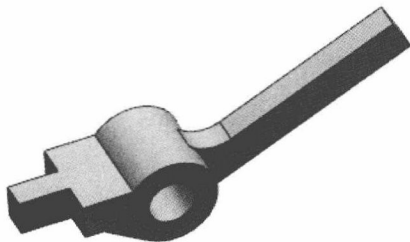
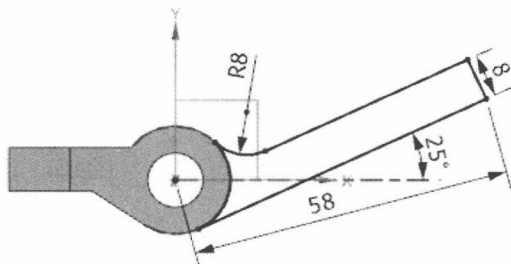

图 2.6 拉伸特征 3
图 2.7 截面草图
Step4. 创建图 2.6 所示的拉伸特征 3。选择下拉菜单 **插入(S) → 设计特征(F) → 拉伸(E)...** 命令（或单击  按钮）；单击“拉伸”对话框中的“绘制截面”按钮 ，系统弹出“创建草图”对话框，选取 XY 基准平面为草图平面，选中 **设置** 区域的 ☒ **创建中间基准 CSYS** 复选框，单击 **确定** 按钮，绘制图 2.7 所示的截面草图，退出草图环境；在 **限制** 区域的 **结束** 下拉列表中选择 **对称值** 选项，在 **布尔** 区域的 **布尔** 下拉列表中选择 **求和** 选项，其他参数采用系统默认设置；单击 **< 确定 >** 按钮，完成拉伸特征 3 的创作。